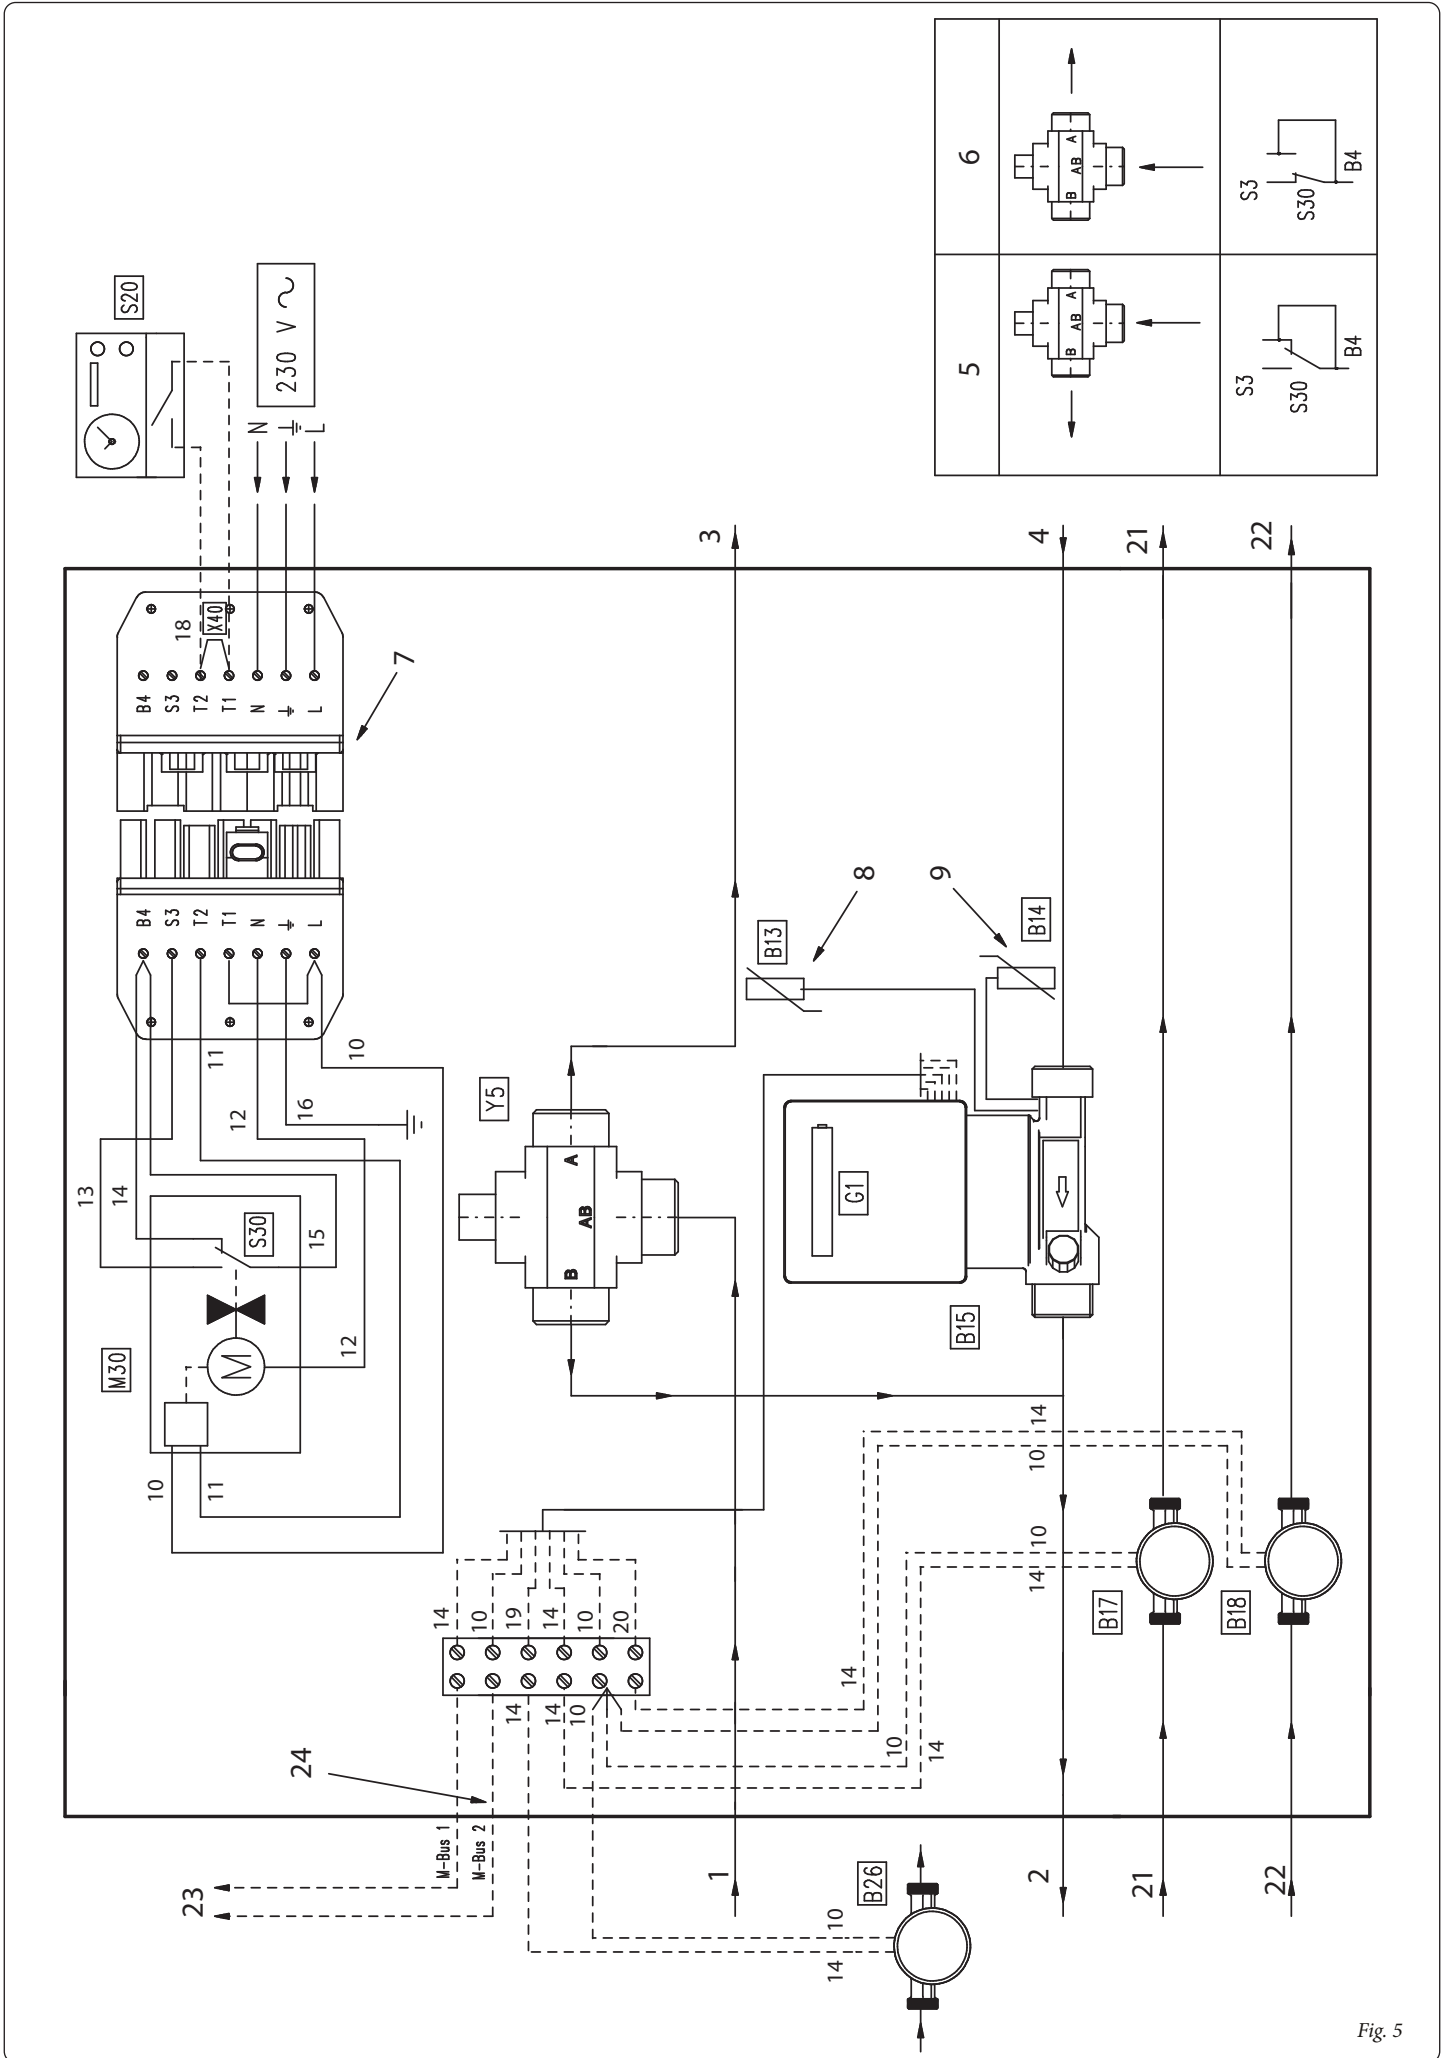

Fig. 5
- Effettuare i collegamenti elettrici sulla ciabatta di collegamento (9) secondo lo schema elettrico (Fig. 5) e fissarla sull'apposito supporto (10).
- Aprire i rubinetti di intercettazione (1).
- Make the electric connections on the connection multiple adapter (9) according to the wiring diagram (Fig. 5) and fix it onto the appropriate support (10).
- Open the interception cocks (1).